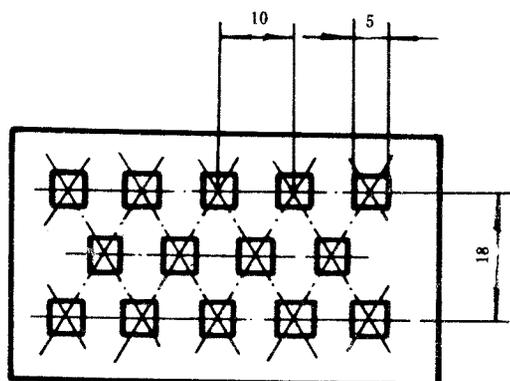
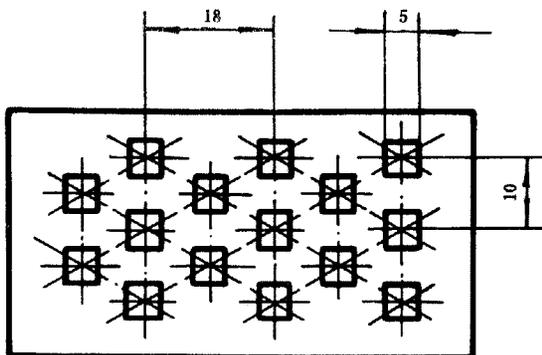

图 12 C 5 Z 10 × 18定向1
图 13 C 5 Z 10×18定向 2
4.5.2 按U型或Z型排列，孔形为R、C、CD和H，较短的孔距平行于板长边，为“定向1”，如图12所示；较短孔距平行于板短边，为“定向2”，如图13所示。